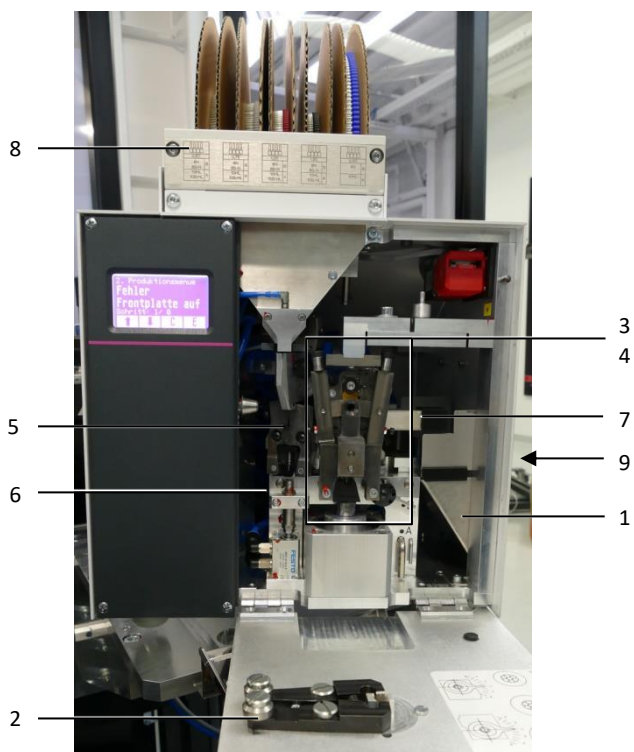

Fig. 21 : vue d'ensemble des points d'entretien
- Desserrer les vis et enlever le couvercle (fig. 21, pos. 8).